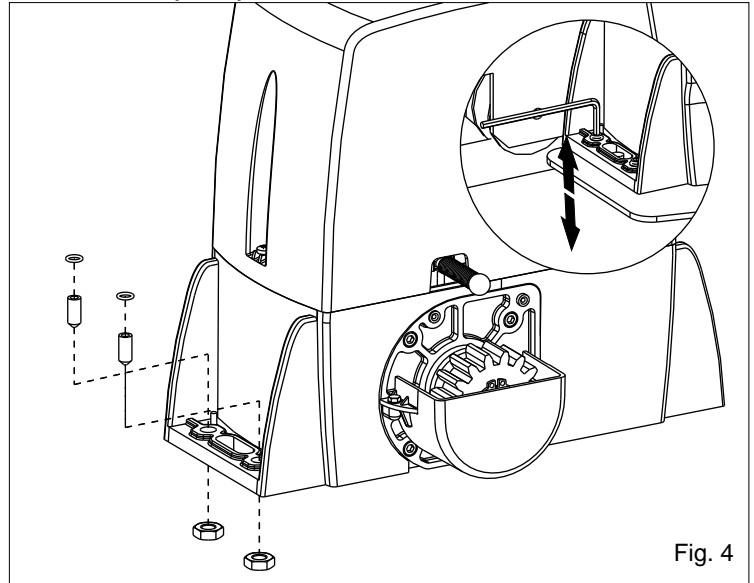

Fig. 4
4.1. Inserire i 4 grani negli appositi fori in modo da regolare l'altezza del motoriduttore alla piastra (Fig. 4).